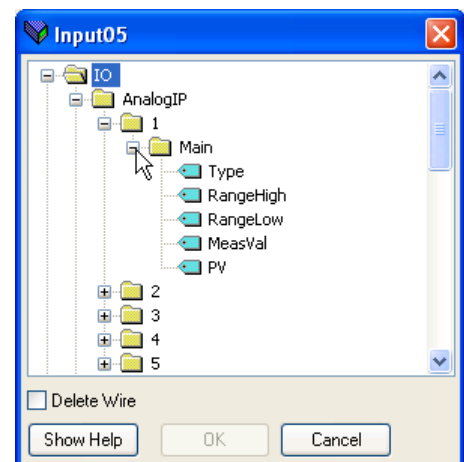

Figure 7.5b Fenêtre de navigation
1. Double cliquer sur la position suivante disponible dans le tableau des données d'entrées et de sorties et sélectionner la variable à lui assigner. Une fenêtre surgissante (Figure 7.5b) sert de fenêtre de navigation dans laquelle une liste de paramètres peut être ouverte.